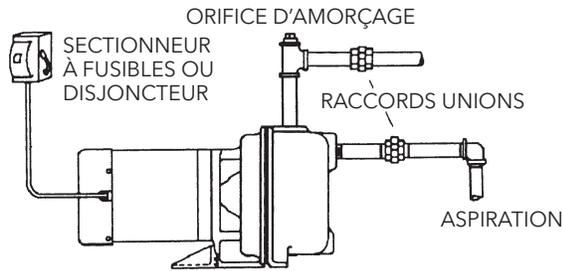

Figure 1
- Poser un raccord union étanche sur le tuyau d'aspiration, près de la pompe (v. fig. 1).
- Poser au-dessus de l'orifice de refolement un té dont une branche sera orientée vers le haut pour servir au premier amorçage de la pompe (v. fig. 1).
- Amorcer la pompe en remplissant cette dernière et la tuyauterie d'eau propre par l'orifice supérieur du té (v. fig. 1).